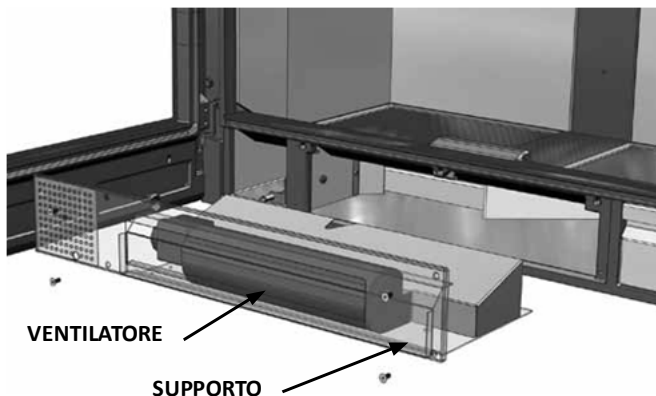

FIG. 2 - Nature 100
2. Una volta rimosse le 4 viti (**due per le versioni Nature 70/80**), estrarre il supporto del ventilatore (Fig. 2). Nell'estrazione del supporto, occorre fare molta attenzione per non tagliare o danneggiare il cablaggio.